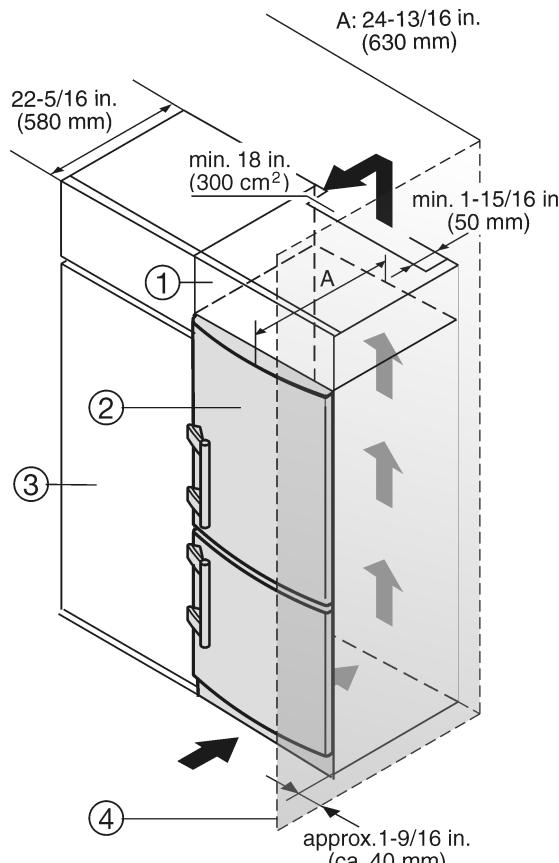

Fig. 32
- (1) Élément haut
(2) Appareil
- (3) Placard de cuisine
(4) Mur
L'appareil peut être entouré de meubles de cuisine. Pour adapter l'appareil Fig. 32 (2) à la hauteur des placards de la cuisine intégrée, on peut placer un élément haut Fig. 32 (1) au-dessus de l'appareil.
Lors de la transformation avec des placards de cuisine (profond. max. 22-27/32 " (580 mm)) l'appareil peut être placé directement à côté du placard Fig. 32 (3). La porte de l'appareil saillit latéralement de 1-11/32 " (34 mm) et au milieu de l'appareil de 1-31/32 " (50 mm) par rapport à la face avant du placard de cuisine. Ainsi, elle se laisse ouvrir et fermer sans problèmes.
Si l'appareil est installé avec les charnières à côté d'un mur Fig. 32 (4), la distance entre l'appareil et le mur doit être de 1-9/16 " (40 mm) min. Ceci correspond à la saillie de la poignée lorsque la porte est ouverte.